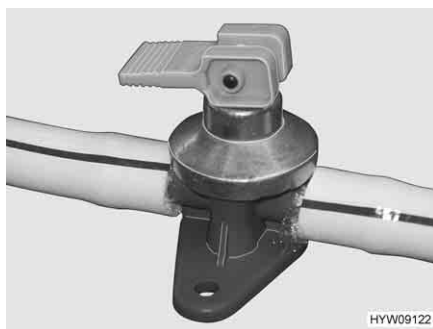
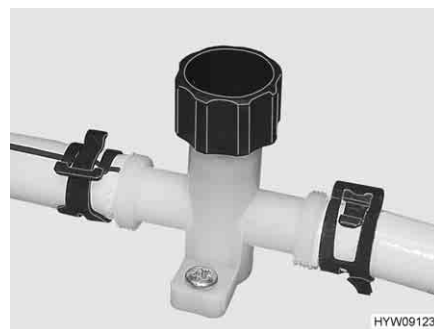

Fig. 74 Rubinetto di scarico con leva a bilancere
Fig. 75 Rubinetto di scarico con manopola
- Chiudere tutti rubinetti di scarico (Fig. 74 o Fig. 75).